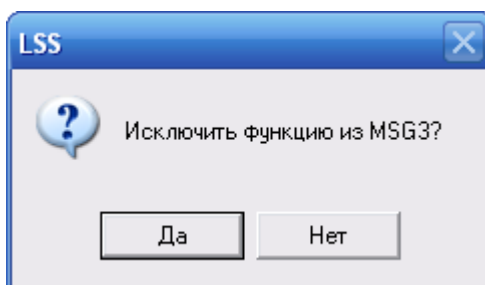

Рис. 2-8
- в появившемся окне для подтверждения исключения функции из анализа нажмите на кнопку **Да** (рис. 2-8).